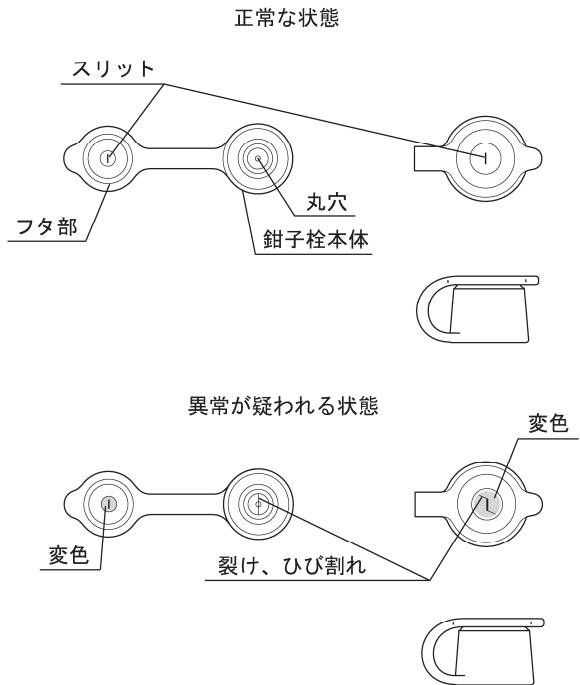

図2
11. 鉗子栓のフタ部のスリットまたは鉗子栓本体の丸穴に裂け、ひび割れ、変形、変色などの異常がないことを目視で確認すること（図2参照）。